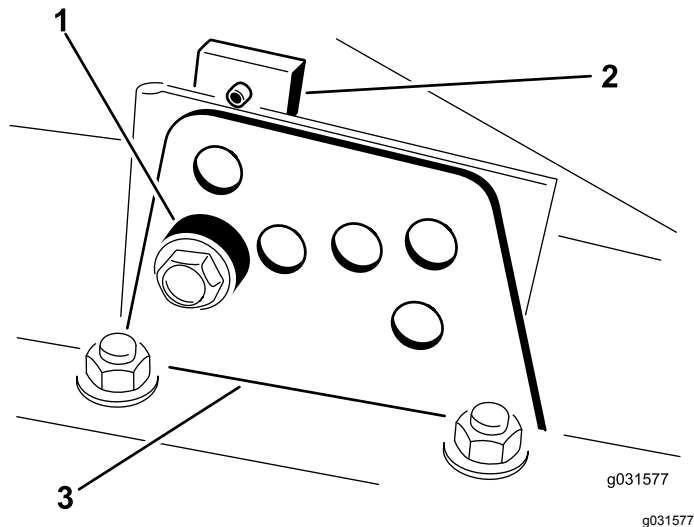

図 19
2. 図 19のように、各刈り高ブラケットを刈り高プレート前と右と左に固定しているボルトをゆるめる。
4. チェンバを支えておきながらスペースを取り外す 図 19。